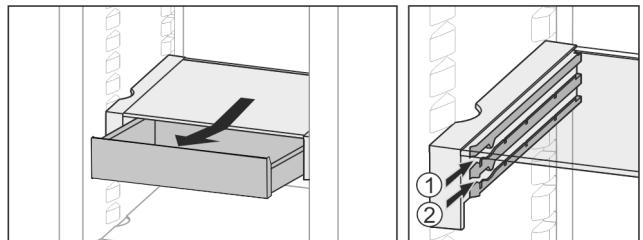

Fig. 60
- In beliebiger Höhe Fig. 60 (1) oder Fig. 60 (2) einschieben.